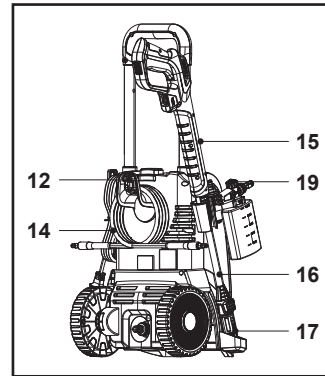

Fig. 22
3. Enrolle la manguera de presión (14) y cuélguela en el soporte de la manguera de presión (12). Guarde la pistola pulverizadora (15), la lanza de prolongación (16), la boquilla de la botella de detergente (19) y la boquilla (17/18) (Fig. 22).
4. Transporte siempre la máquina por el asa de transporte (1) y las ruedas traseras (8).